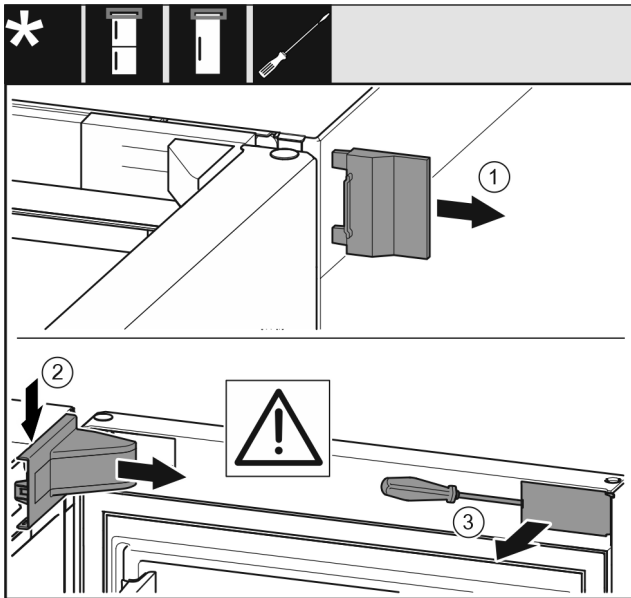

Fig. 11
- ▶ Äußere Abdeckung abnehmen. Fig. 11 (1)
- ▶ Lagerbockabdeckung ausrasten und lösen. Lagerbockabdeckung abnehmen. Fig. 11 (2)
- ▶ Blende mit Schlitzschraubendreher ausrasten und zur Seite schwenken. Fig. 11 (3)